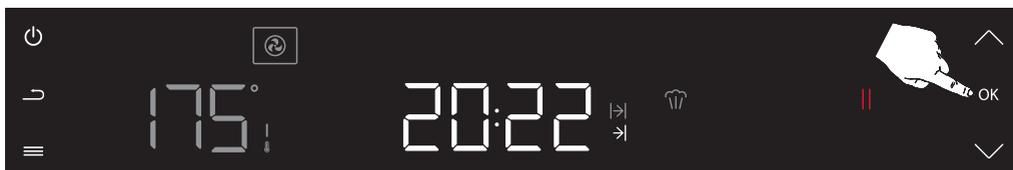

Abbildung 42
Drücken Sie die Bestätigungstaste (OK) zweimal, um die Auswahl der Garzeit zu bestätigen. Auf Wunsch ist auch ein zeitversetztes Garen möglich. (siehe Abb. 42) Weitere Informationen finden Sie im Abschnitt über zeitversetztes Garen.